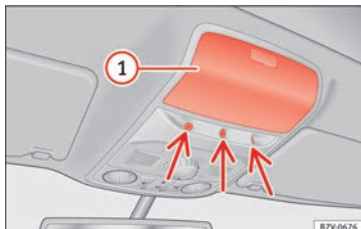

Fig. 132 En la consola del techo: sensores de vigilancia del habitáculo.
Cierre el compartimento portaobjetos » **fig. 132** ① de la consola del techo, pues de lo contrario no se garantiza la función de vigilancia del habitáculo (flecha) sin restricciones.